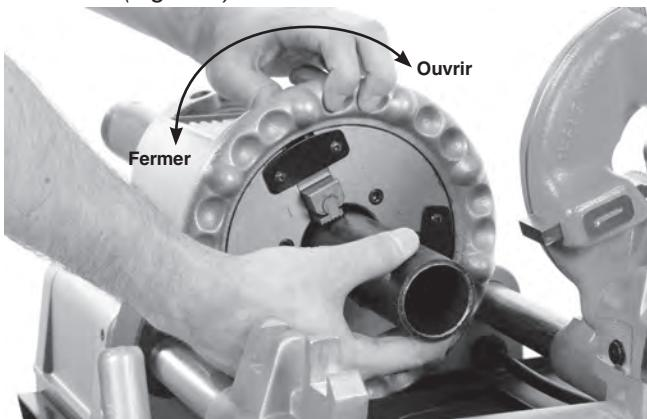

Figure 9 – Mandrinage du tuyau
5. Tournez le volant du mandrin avant en sens antihoraire (vu de l'avant de l'appareil) pour le fermer sur le tuyau. Assurez-vous que le tuyau est centré entre les mâchoires du mandrin. Appliquez plusieurs à-coups secs au volant pour bien serrer le tuyau dans le mandrin avant (*Figure 9*).